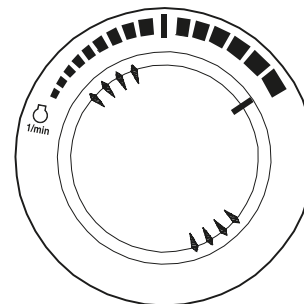

Figura 27
1. Establecer el control de velocidad del motor^{dial} (Figura 27) en la velocidad deseada velocidad.